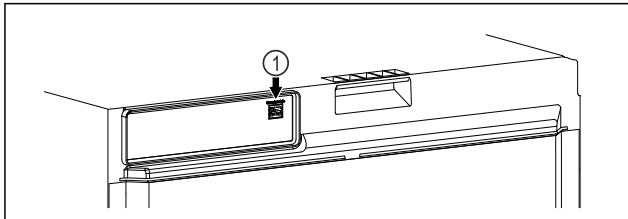

Fig. 103
- ❑ SmartModule Fig. 103 (1) ist eingesetzt.